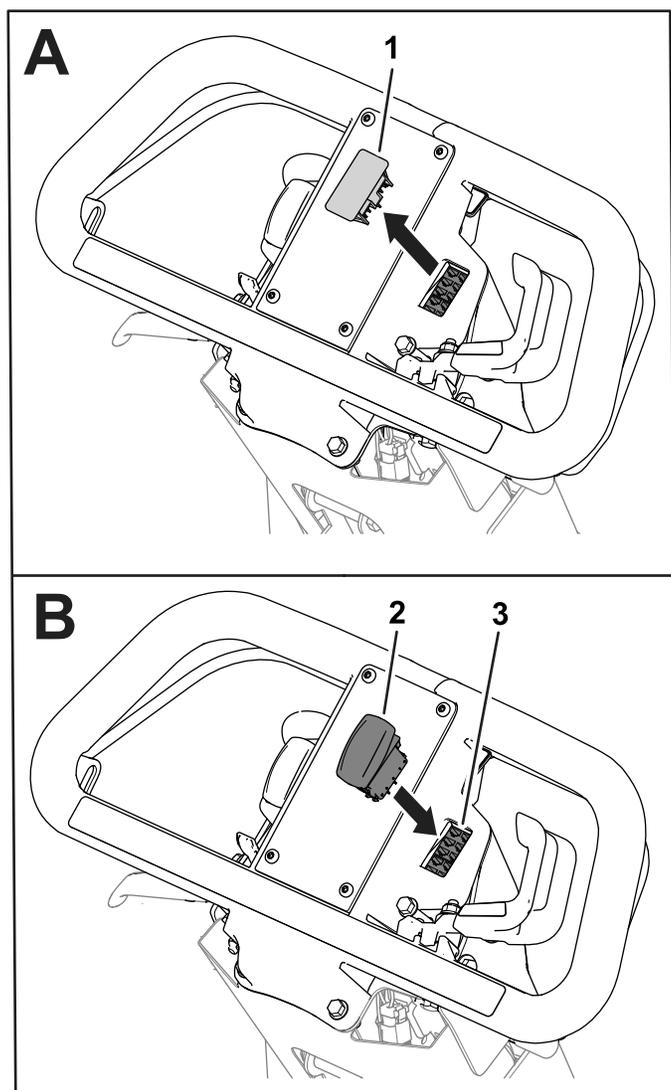

Рисунок 3
1. Удалите заглушку из рукоятки (Рисунок 3).
2. Подсоедините переключатель к 8-гнездовому разъему жгута проводов (Рисунок 3).